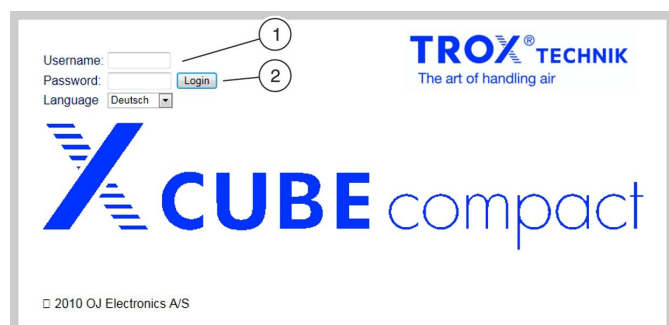

Рис. 24: Авторизация на веб-сервере
1. ▶ Введите имя пользователя (Рис. 24/1).
3. ▶ Нажмите на «Логин» (Рис. 24/2).